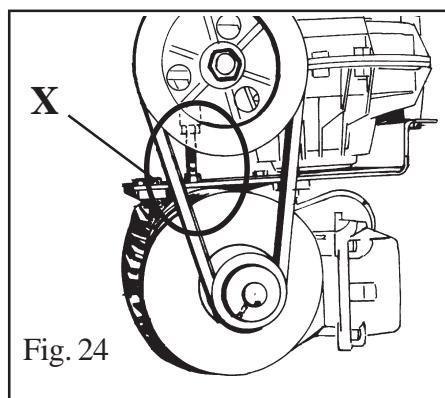

Fig. 24
- Tirare la cinghia del motore agendo sull'apposito registro X sul supporto motore (fig.24).
- Tighten the drive belt by means of the special adjusting screw X on the motor support (Fig. 24).
- Tirer la courroie du moteur en agissant sur le tendeur X sur le support du moteur (fig. 24).
-Motorriemen mittels Regler X an der Motorhalterung ziehen (Abb. 24).
Cinghia allentata	Regolare tensione cinghia (Cap. 11 - fig. 24)
Belt loose	Adjust belt tension (Chap. 11 fig. 24)
Courroie détendue	Régler la tension de la courroie (chap. 11- fig.24)
Riemen hat sich gelockert	Riemenspannung einstellen (Kap. 11 - Abb. 24)